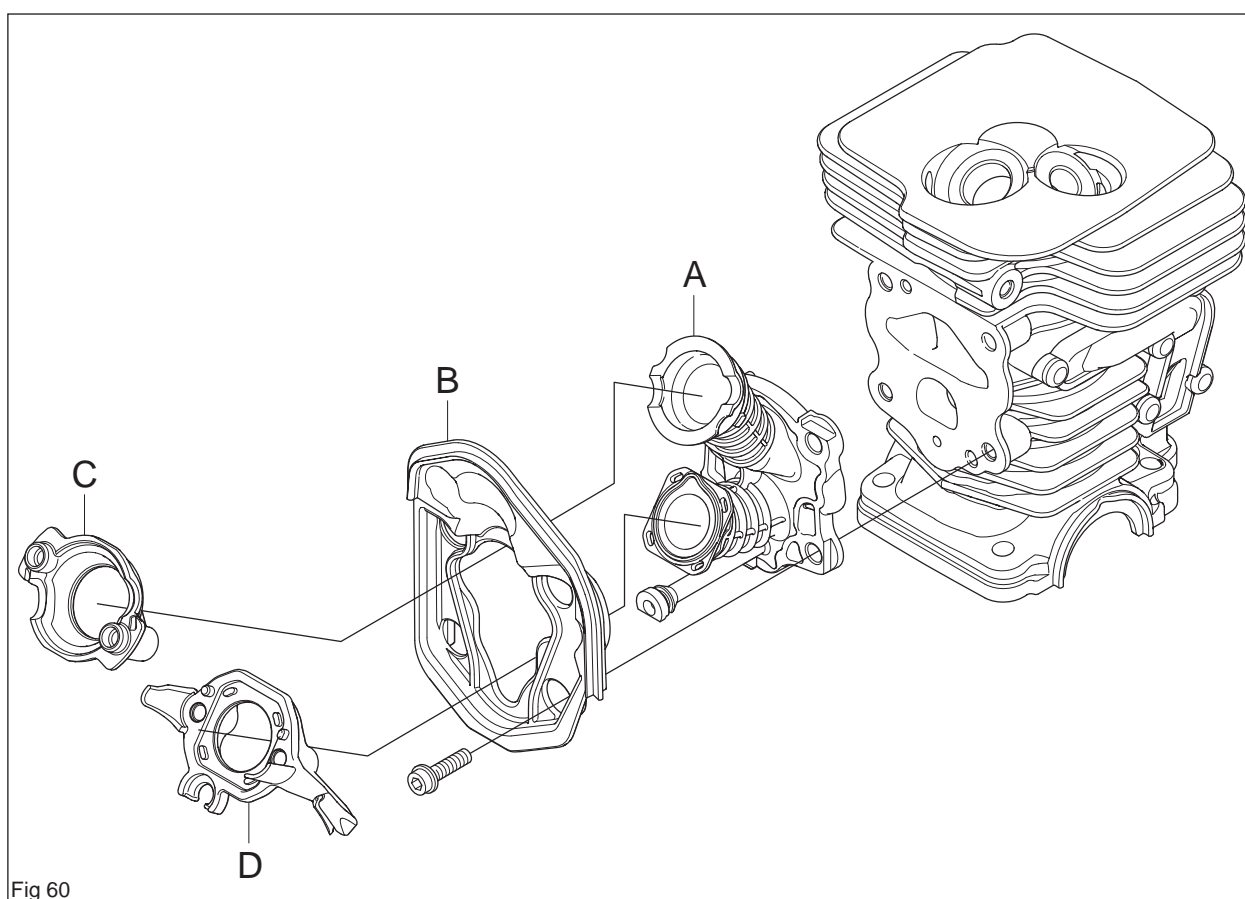

Fig 60
Monter la bride du carburateur (D) et la bride d'air (C) sur la garniture (A). Monter ensuite la garniture et la paroi intermédiaire (B) sur le cylindre à l'aide de l'outil 502 50 87-01 (voir la figure 60).